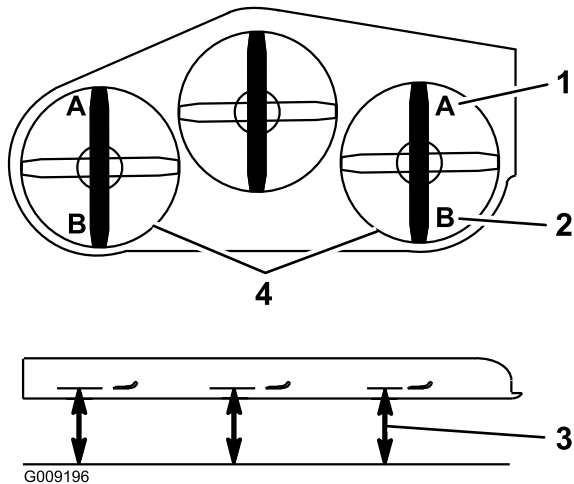

Figura 93
9. En ambos lados de la carcasa, mida desde la superficie nivelada hasta la punta delantera de la cuchilla (Posición A). La distancia debe ser de 7,6 cm (Figura 93).
15. En ambos lados de la carcasa, mida desde la superficie nivelada hasta la punta trasera de la cuchilla (Posición B). La distancia debe ser de 8,3 cm; consulte Figura 93.